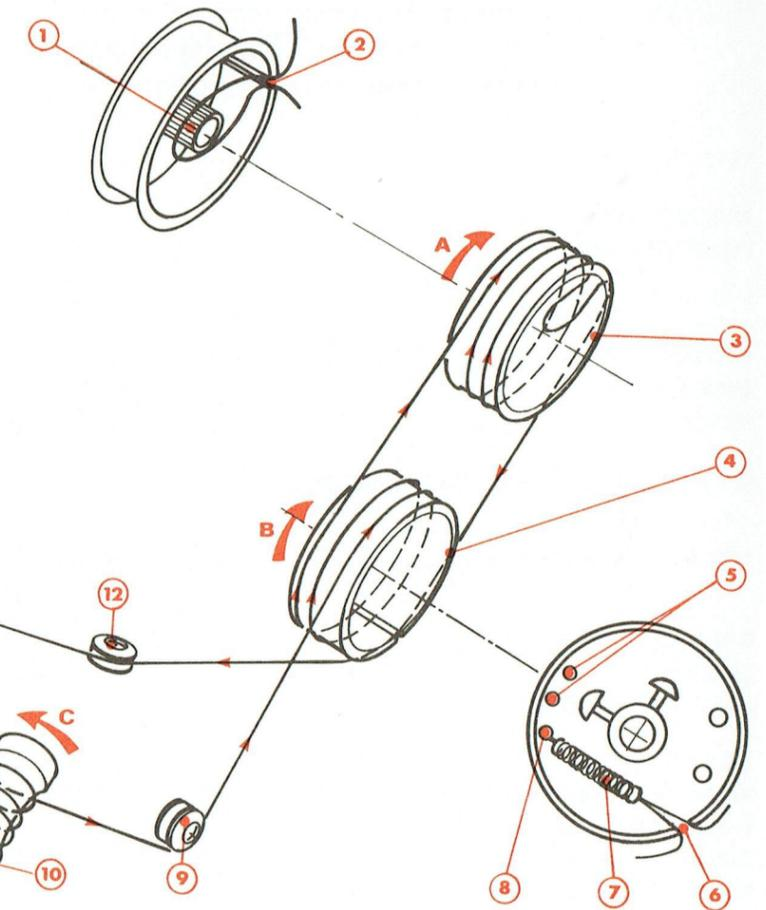

Fig. 5
J. REMPLACEMENT DU CORDONNET D'ENTRAÎNEMENT DE L'AIGUILLE INDICATRICE (Fig. 5)
- 3° - Fixer les deux brins du cordonnet à une extrémité du ressort (7).
- 4° - Tourner les poulies (3) et (4) dans le sens des flèches A et B jusqu'en butée.
- 5° - Accrocher l'extrémité libre du ressort au trou (8) de la poulie (4).
- 6° - Passer le cordonnet dans l'encoche (6) et avec un brin du cordonnet effectuer 1/2 tour dans le sens de la flèche B sur la poulie (4).
- 7° - Effectuer 2 tours 1/4 dans le sens de la flèche A sur la poulie (3), passer le cordonnet dans l'encoche (2) et effectuer une boucle autour de l'axe (1).
- 8° - Effectuer 1/4 de tour dans le sens de la flèche A sur la poulie (3), passer le cordonnet sur les poulies (4), (12) et (11).
- 9° - Effectuer 3 tours dans le sens de la flèche C sur l'axe (10), et passer le cordonnet sur la poulie (9).
- 10° - Effectuer 1 tour 1/2 dans le sens de la flèche B sur la poulie (4) et passer le cordonnet dans l'encoche (6).